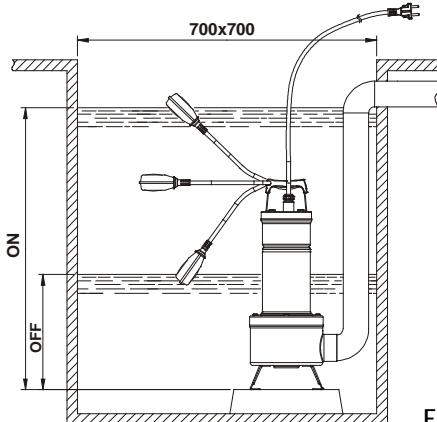

Fig.1
- 4.1 Nel caso in cui il fondo del pozzetto, dove la pompa dovrà funzionare, presentasse notevole sporcizia, è opportuno prevedere un supporto dove appoggiare la pompa al fine di evitare intasamenti (**Fig.1**)
- 4.4 Per la versione provvista di interruttore a galleggiante, accertarsi che quest'ultimo possa muoversi liberamente (VEDI PARAGRAFO REGOLAZIONE INTERRUTTORE A GALLEGGIANTE). Prevedere dei pozzi di alloggiamento aventi dimensioni minime come indicato in **Fig.1**. Il pozzetto dovrà sempre essere dimensionato anche in relazione alla quantità d'acqua in arrivo ed alla portata della pompa in modo da non sottoporre il motore ad eccessivi avviamimenti.